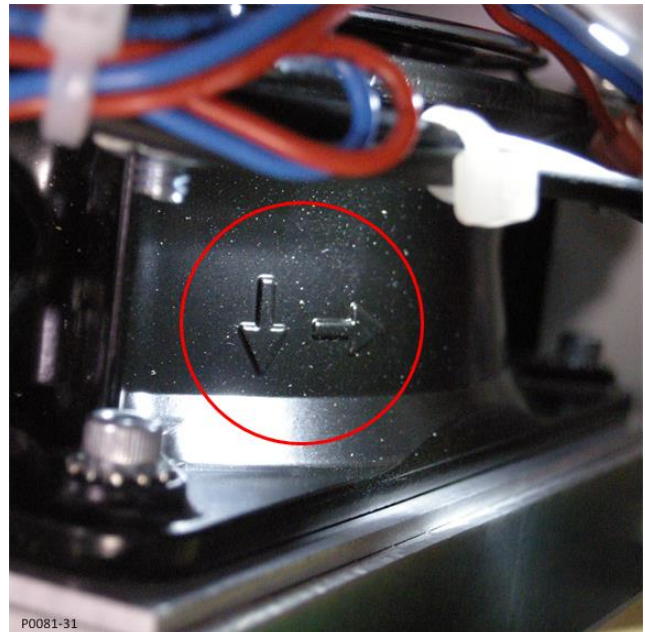

Figura 6. Flechas de flujo de aire del ventilador
- Oriente el nuevo ventilador de enfriamiento de manera que las flechas de flujo de aire en el costado coincidan con la dirección de las flechas de flujo de aire en el ventilador en el extremo opuesto del disipador térmico. Las flechas de flujo de aire se muestran en la Figura 6.